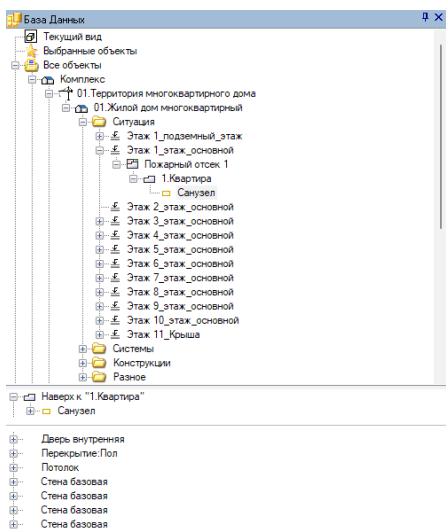

Рис. 4. Структура здания в CADLib Модель и Архив
- В CADLib Модель и Архив также есть поддержка нужной нам структуры (рис. 4), но на практике проектировщики чаще всего ограничиваются связью объекта с этажом.